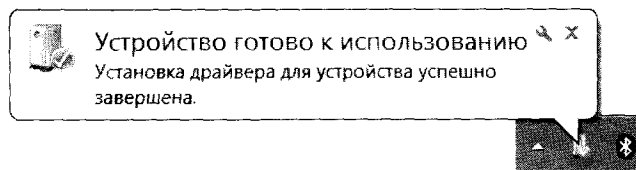

Рис. 249. Уведомление о готовности устройства к работе
8. Дождитесь, когда *драйвер* (программа управления устройством) для вашего телефона будет установлена на компьютер. Об этом придет следующее уведомление (рис. 249).